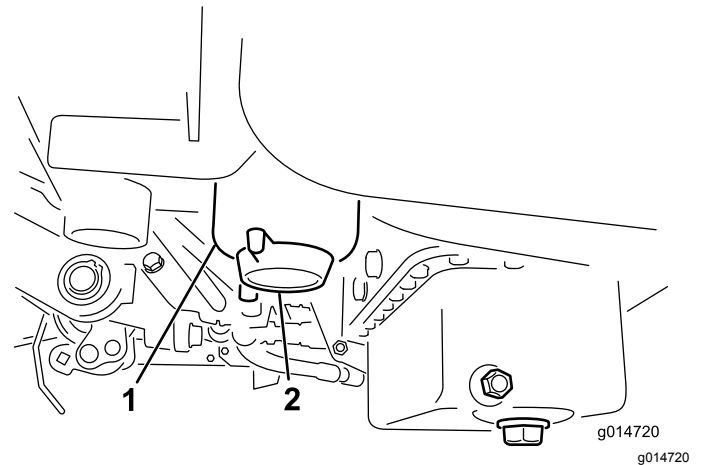

Figure 32
3. Dévissez le bouchon de vidange situé sur le filtre à carburant d'environ un tour et vidangez l'eau éventuellement accumulée (Figure 32).